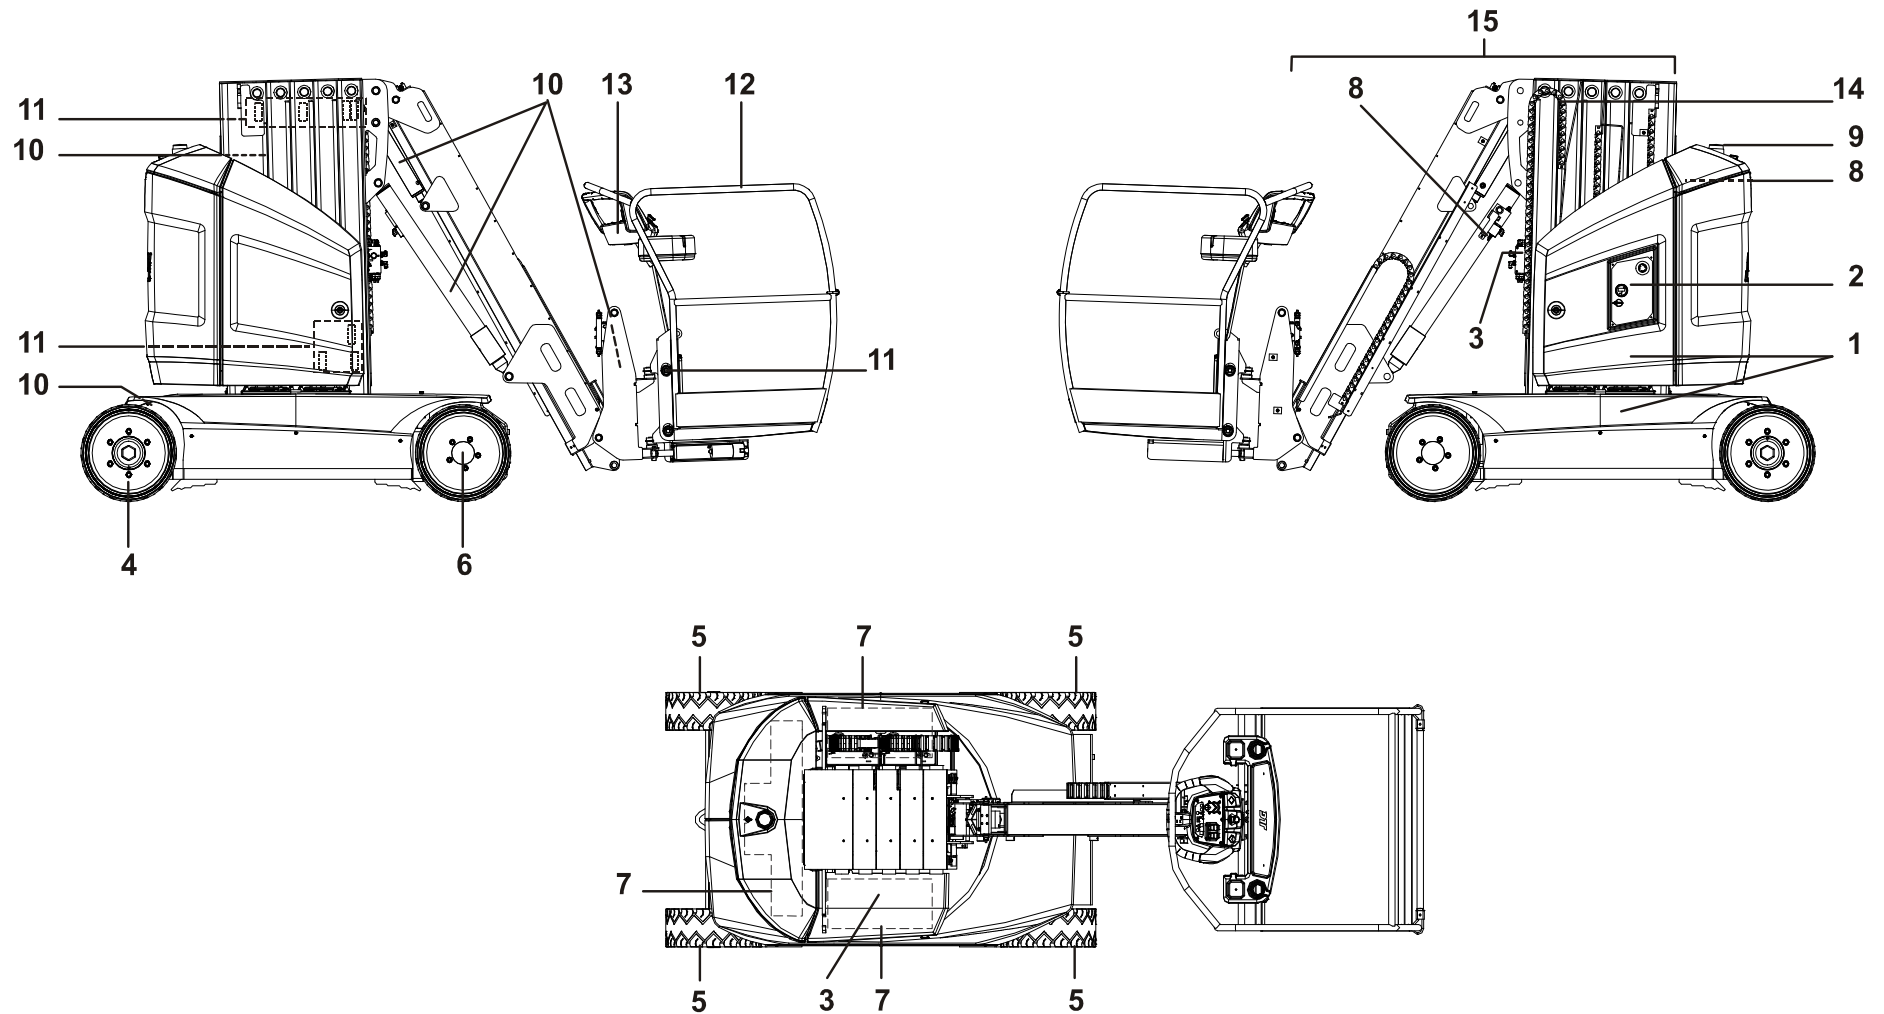

Figure 2-1. Ronde d'Inspection Quotidienne
5. **Ronde d'Inspection** - Voir Figure 2-1.
Commencer la ronde d'inspection par le point 1, voir la Figure 2-1. Poursuivre en contrôlant, dans l'ordre, chaque élément de la liste de vérifications suivante.